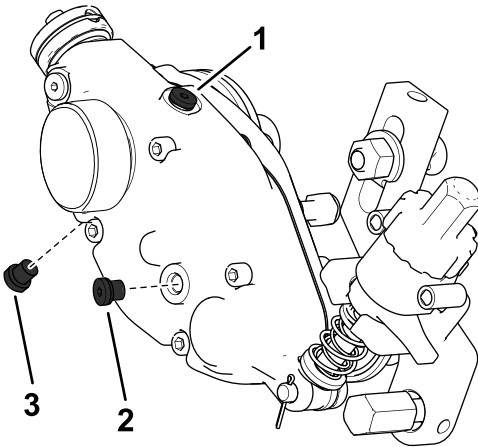

Figura 22
2. Retire el tapón de vaciado de la parte inferior de la carcasa (Figura 22).
3. Retire el tapón de llenado del lado de la carcasa y afloje el tapón de ventilación de aire en la parte superior, de modo que pueda pasar el aire (Figura 22).
7. Instale el tapón de vaciado (Figura 22).